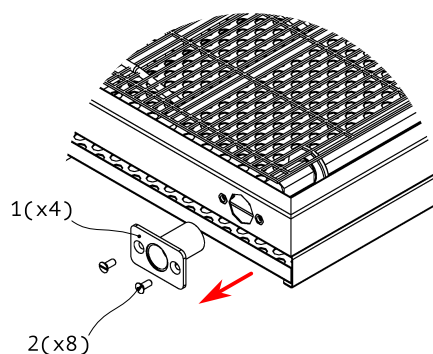

Рисунок 16
8. Открутите винты (2) и вытащите втулки-подшипники (1), удерживающие ведущий и ведомый валы конвейера, см. Рис. 16.